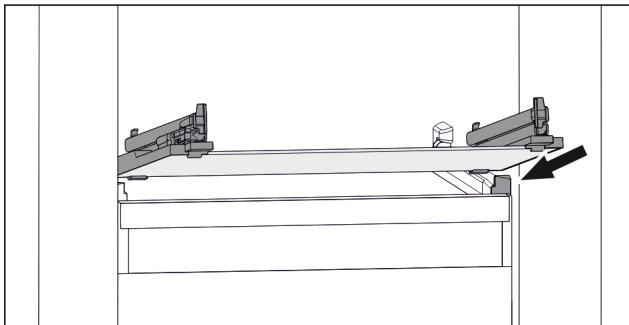

Fig. 107 Beispielhafte Darstellung der Glasplatte
- ▶ Glasplatte schräg hinter den Stopperrahmen aufsetzen. (siehe Fig. 107)